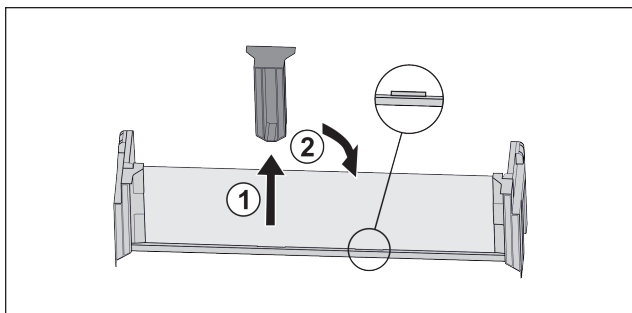

Fig. 21
- Mittleres Halteteil abziehen Fig. 21 (1).
- Mittleres Halteteil auf zweiter Position einsetzen Fig. 21 (2).